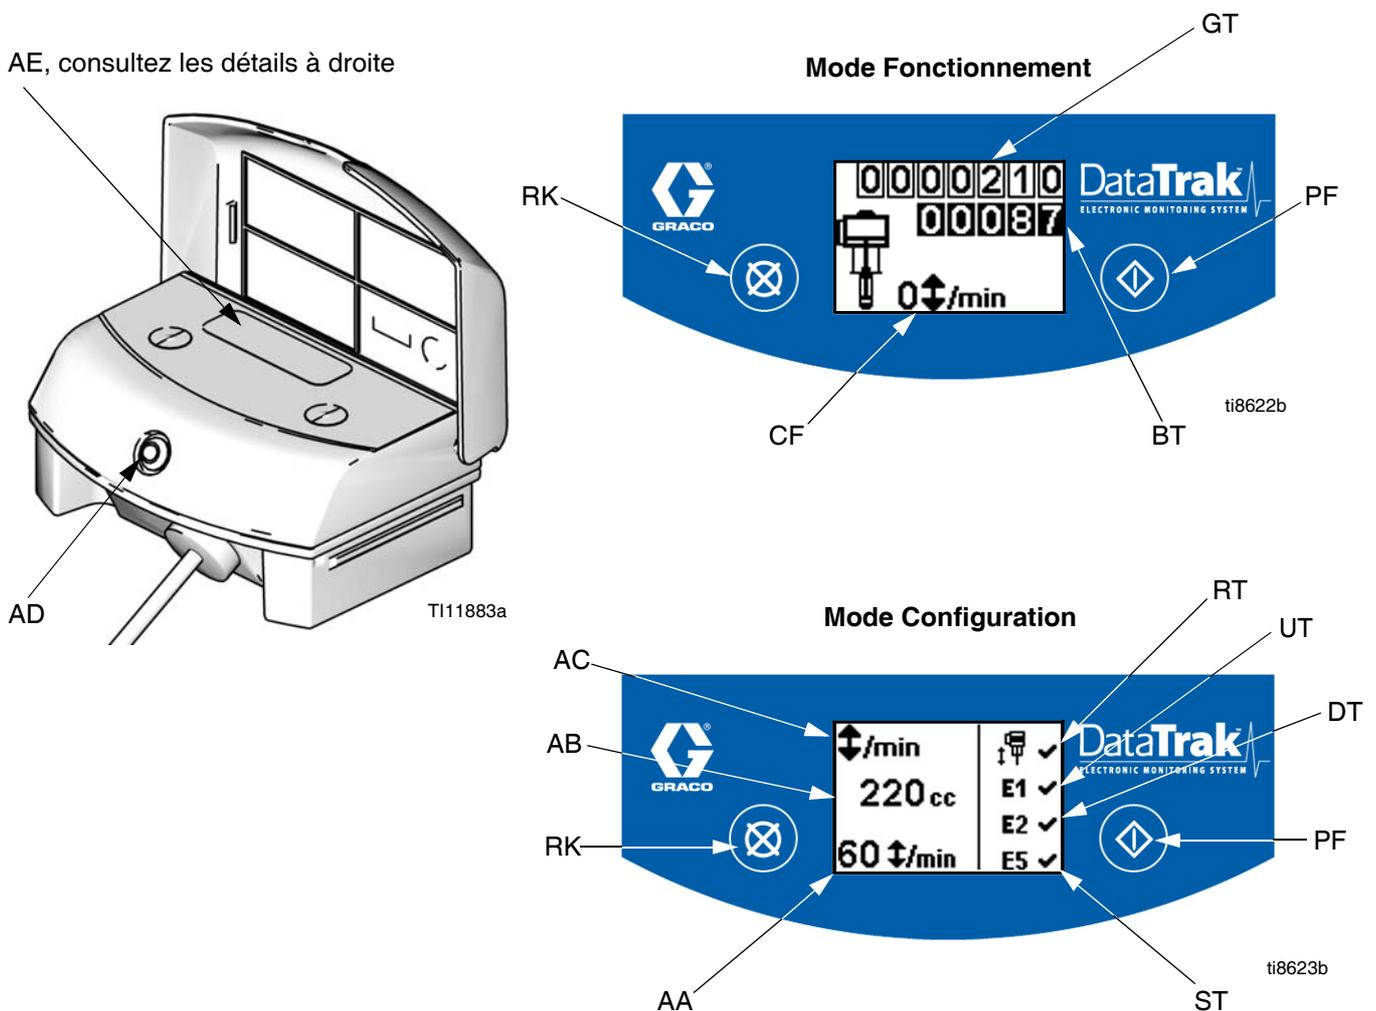

Fig. 9. Commandes et témoins du DataTrak
Légende de la Fig. 9
1. Consultez la FIG. 9. Appuyez et maintenez  pendant 5 secondes jusqu'à ce que le menu Configuration apparaisse.
REMARQUE : lorsque les options d'erreur E1, E2 et E5 et la protection contre l'emballement sont activées,  apparaît dans l'écran de configuration. Consultez la FIG. 9.
1. Consultez la FIG. 9. Si l'emballement de la pompe se produit, l'électrovanne d'emballement s'enclenchera, arrêtant ainsi la pompe. La DEL (AD) clignotera et l'affichage (AE) indiquera une condition d'emballement (consultez le Tableau 1). L'affichage
5. Ouvrez la vanne d'air principale (U) pour redémarrer la pompe.
REMARQUE : pour désactiver la surveillance des emballements, passez en mode de configuration et mettez la valeur d'emballement à 0 (zéro) ou basculez (RT) sur arrêt  (consultez la FIG. 9).
1. Consultez la FIG. 9. Pour entrer en mode Amorçage/Rinçage, appuyez sur n'importe quelle touche pour activer l'affichage puis appuyez sur
Consultez la FIG. 9. Le dernier caractère du totalisateur de lots (BT) représente les dixièmes de gallons ou de litres. Pour réinitialiser le totalisateur, appuyez sur n'importe quelle touche pour activer l'affichage puis appuyez sur  et maintenez pendant 3 secondes.
Consultez la FIG. 9. L'affichage (AE) s'éteindra après 1 minute d'inactivité en mode de fonctionnement ou après 3 minutes en mode de configuration. Appuyez sur n'importe quelle touche pour activer l'affichage.
DataTrak peut diagnostiquer plusieurs problèmes de pompe. Lorsque le dispositif de contrôle détecte un problème, la DEL (AD, FIG. 9) clignote et un code de diagnostic apparaît à l'affichage. Consultez le Tableau 1.